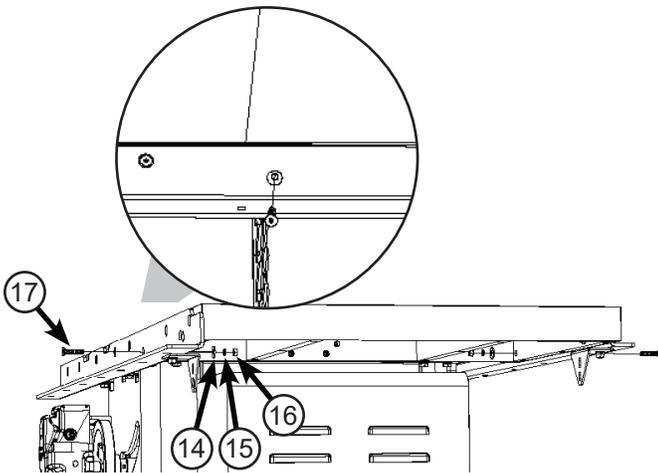
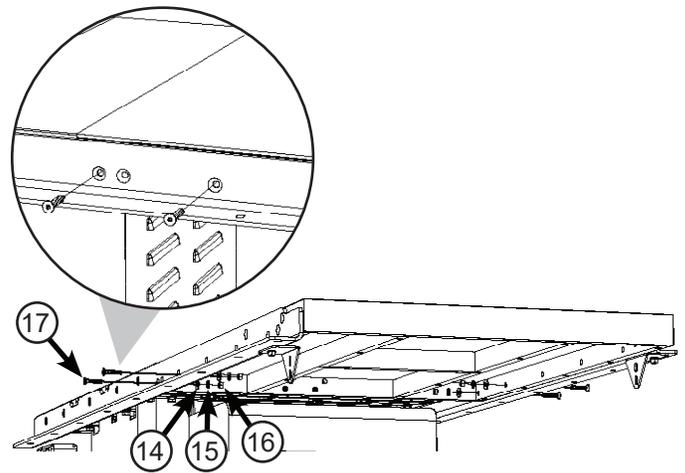

Fig. 7a
Fig. 7b
La table à rallonge se monte sur les rails à l'aide de boulons traversant les trous des rails et de la table à rallonge. Si vous avez une table à rallonge pour système de clôture de 36", prenez deux boulons à tête fraisée à six pans creux M8 x 40 (17) et insérez-en un dans le trou du rail avant le plus proche de la scie et l'autre dans le trou du rail arrière le plus proche de la scie, comme indiqué sur la fig. 7a. Si vous avez une table à rallonge pour un système de clôture de 52", prenez quatre boulons à tête fraisée à six pans creux M8 x 40 (17) et insérez un boulon dans chacun des deux trous de la traverse avant et un boulon dans chacun des deux trous de le rail arrière, comme illustré à la fig. 7b.